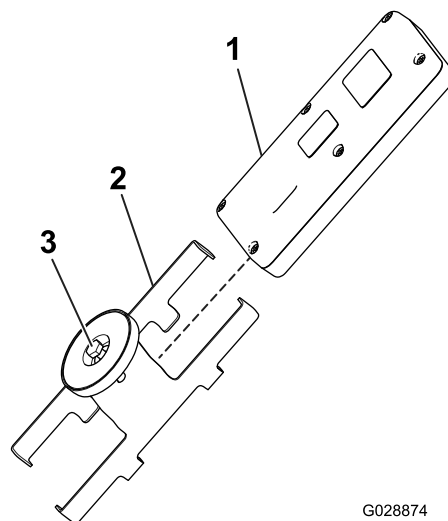

Figure 18
5. Placez la télécommande portable dans le support magnétique, réunissez les deux moitiés pour fixer la télécommande et serrez le boulon dans l'aimant (Figure 18).